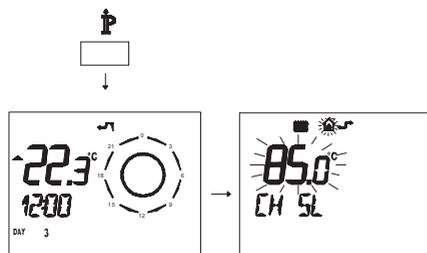

Fig. 5.68
- Premere per più di 3 secondi il pulsante **P** per entrare in modalità **INFO** (Fig. 5.68).